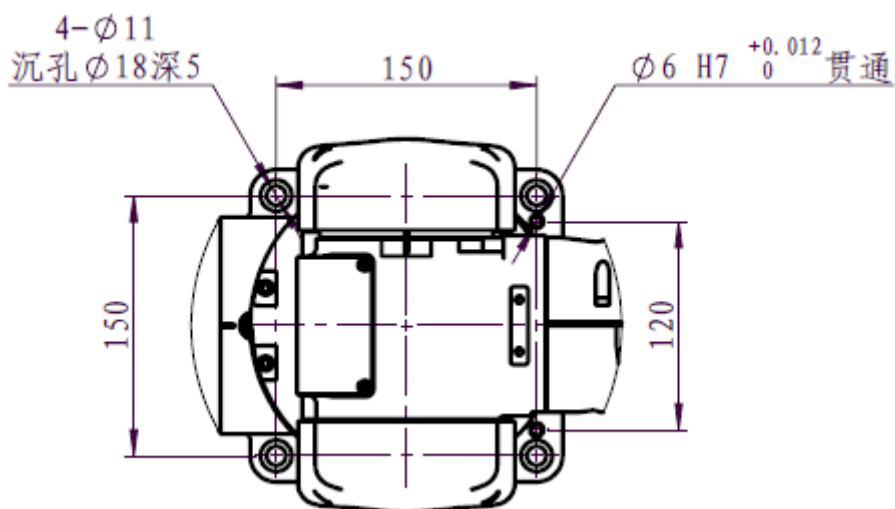

图 3-3 SD500/SD700 机器人底座安装孔尺寸
1. SD500/ SD700 机器人底座安装孔尺寸如图 3-3 所示。